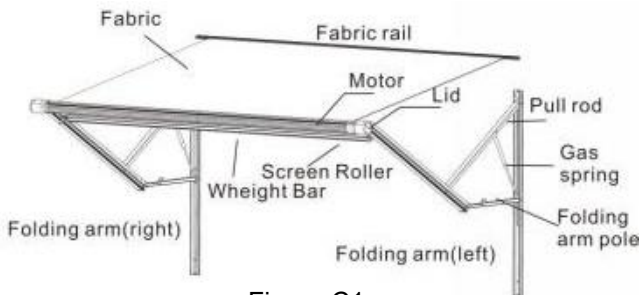
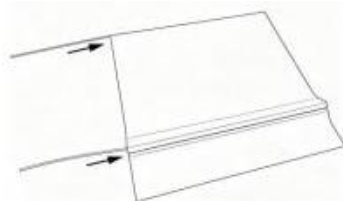

Figure C1
Figure C9
(Abbildung C9) Führen Sie die abgebildete Stoffschnur 1 in die Nut des Markisenrollenrohrs 1 ein. (Abbildung C 10) , Drücken Sie den Stoff mit einem Kunststoffspachtel in die Nut des Rollenrohrs 2 und führen Sie die Stoffschnur zur Fixierung ein (Abbildung C1 1). Spannen Sie den Markisenstoff und befestigen Sie ihn mit Schrauben. (Abbildung C1 2) und spannen Sie den Markisenstoff in der in der Abbildung gezeigten Richtung . (Abbildung C1 3)
3.5.1 Nehmen Sie das Seitenplanen-Rollrohr und die dazugehörigen inneren Verbindungsrohre heraus, verbinden Sie sie wie in der Abbildung gezeigt und befestigen Sie sie mit Selbstschneidende Schrauben A zu einem Ganzen zusammenfügen. (Abbildung C1 4) Nehmen Sie die
Seitenplanen-Gewichtsstange und die dazugehörigen inneren Verbindungsrohre heraus, verbinden Sie diese wie in der Abbildung gezeigt und befestigen Sie sie mit selbstschneidenden Schrauben E zu einer Einheit. (Abbildung C1 5)
3.5.2 Fädeln Sie die Stoffschnur in die Nut des Seitenvorhangstoffs ein, führen Sie sie in die Gewichtsstange ein, fädeln Sie das andere Ende des Vorhangstoffs in das Rollenrohr des Seitenvorhangs ein (Abbildung C1 6) , spannen Sie den Markisenstoff und befestigen Sie ihn mit den Schrauben F (Abbildung C1 7). Wickeln Sie den Stoff anschließend in der in der Abbildung gezeigten Richtung auf
(Abbildung C1 8).